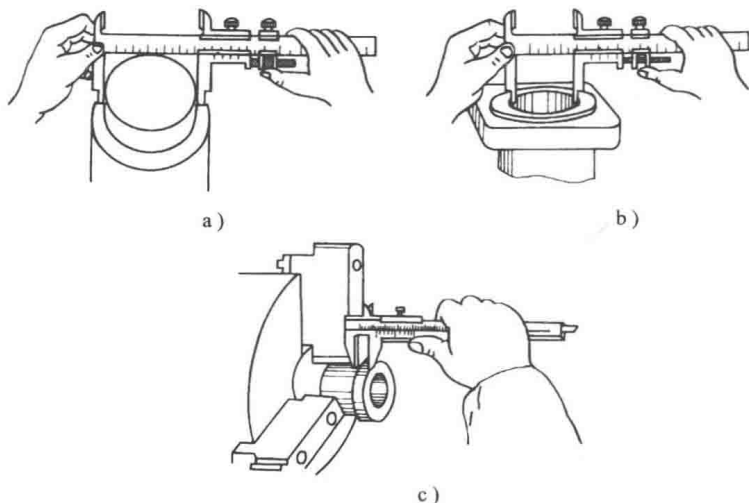

图 1-16 游标卡尺的测量方法
①检查零位。两测量面擦净后推合, 检查主标尺和游标的零位线是否上下对齐, 如果有偏差就说明游标卡尺的测量面磨损, 使用这种游标卡尺去测量工件误差较大, 应修复后再使用。
②测量方法。测量外径、孔径、长度的操作方法如图 1-16 所示。如用双面游标卡尺测量孔径, 其读数应加上两量爪的厚度。